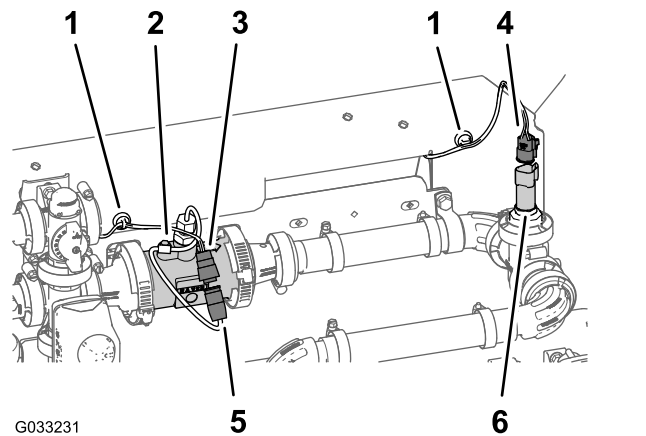

Рисунок 128
1. Проложите разъемы ответвления жгута проводов длиной 203 см, имеющие маркировку **Flow Meter (Расходомер)** и **Pressure Transducer (Датчик давления)**, позади крепления коллектора (Рисунок 128).
2. Подсоедините 3-гнездовой разъем ответвления жгута проводов длиной 203 см для расходомера (без маркировки) к 3-штыревому разъему жгута проводов расходомера (Рисунок 128).
3. Подсоедините 3-гнездовой разъем датчика давления с маркировкой **Pressure Transducer** ответвления длиной 203 см жгута проводов к 3-штыревому разъему жгута проводов датчика давления (Рисунок 128).
4. Приложите магнитные фиксаторы жгута проводов расходомера и датчика давления к поверхности крепления коллектора (Рисунок 128).